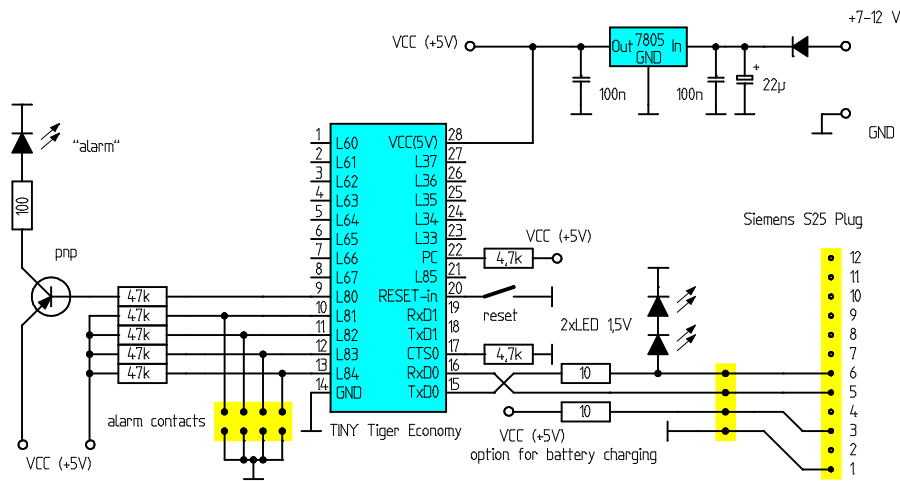

Bild 6 Komplettschaltung mit Tiny-Tiger[®]-Economy und minimalem Aufwand
- Sie wollen Platz und Kosten sparen und verwenden einen Economy-Tiger ohne eingebaute RS232-Schnittstelle. Die Funktionalität reicht trotz der eingeschränkten Pins für den geplanten Zweck allemal aus. Diese Lösung wurde vom Autor favorisiert, Schaltung und die Beispiel-Programme passen dazu (Bild 6).
Zum Betrieb der Alarmanlage benutzen wir eine Mini-Schaltung mit Economy-Tiger. Die Programmierung des Controllers erfolgt im Plug-and-Play-Lab über die zwei Adapter der Firma Wilke (BASIC-Tiger® zu Tiny-Tiger® und Tiny-Tiger® zu Economy-Tiger®). Die serielle Schnittstelle SER0 bedient das Telefon mit TTL-Pegeln. Der Anschluß erfolgt über einen 4-poligen Pfostenstecker und ein selbstgefertigtes direktes Kabel ohne jede Elektronik. Der Port 6 sowie die zwei Steuerleitungen L36 und L37 können für den Anschluß eines (optionalen) Displays verwendet werden. Das Programm HANDY_01.TIG unterstützt sowohl die Darstellung über SER1 und Terminal-Programm als auch über das LC-Display, beides muß bei Bedarf hardwareseitig realisiert werden. Andererseits, wenn Sie kein Display brauchen, stehen die multifunktionellen Pins als Analogeingänge zur Verfügung – gut für verschiedene Warneinrichtungen mit analogen Meßdaten. Die I/O-Pins L80 – L84 sowie ggf. L85 nutzen wir zur Auswahl verschiedener Optionen bzw. zum Ausgeben von Schaltsignalen. Die komplette Schaltung zeigt Bild 6. Über einen 10 Ω Widerstand kann über Pin 3 des Handy-Steckers sogar der innere Akku aus unserer VCC aufgeladen werden, die richtige Regelung erfolgt im Handy selbst. Damit steht einem Dauerbetrieb der Anlage nichts mehr im Weg.
Wir haben unsere Programme generell so ausgelegt, daß der Datenverkehr mit dem Handy über SER0 abläuft. SER1 und das LC-Display dienen optional zur Beobachtung des Datenverkehrs („Fragen“ und „Antworten“ werden hier zusätzlich dargestellt). Für diese Beobachtung muß natürlich auch wieder dafür gesorgt werden, daß SER1 mit den entsprechenden Pegeln für den PC-Anschluß ausgerüstet und/oder ein LC-Display angeschlossen ist. Wenn Sie dann sicher sind, daß die Handy-Steuerung funktioniert, können Sie natürlich die Hard- und Software für das Monitoren sowohl über SER1 als auch das LC-Display bei Bedarf weglassen (dann reicht die Minimalversion gemäß Schaltung Bild 6). Im Folgenden eine kurze Aufstellung von typischen AT-Befehlen (blau hinterlegte Befehle stellen irgend etwas am Telefon um, die restlichen fragen nur etwas ab!):